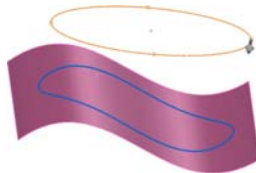

图 7-18 选择要投影草图和投影面
- 03 选择【面上草图】单选按钮，选择绘图区中的矩形草图作为要投影的草图，选择曲面作为投影面，投影方向选择向下。如图 7-18 所示。